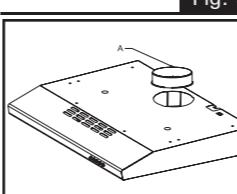

Fig. 5
- Selecione o modo que melhor te atenda. Prosseguir montando o flange (A) (Fig. 5) na abertura de saída de ar. Coloque as 3 lingüetas no flange e o elemento de fixação coincidindo com os orifícios ovais existentes no exaustor; rodar o flange, ligeiramente, para a direita até fixar.